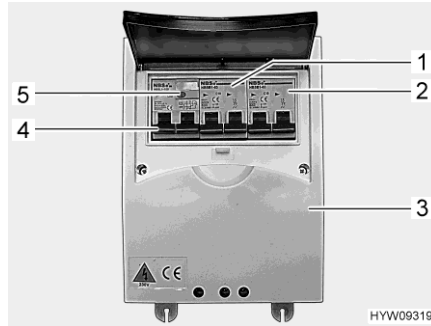

Fig. 150 Interruptor de protección de línea e interruptor FI (caja de fusibles de 230 V)
- ▷ El segundo interruptor de protección de línea (Fig. 150,2) es opcional. La presencia de este interruptor de protección de línea depende del equipamiento del vehículo.
- Desconectar ambos interruptores de protección de línea (Fig. 150,1 y Fig. 150,2) en la caja de fusibles (Fig. 150,3).
- Al estar el vehículo conectado a la alimentación de 230 V, pulsar la tecla de prueba (Fig. 150,5) del interruptor de corriente de defecto (interruptor FI) (Fig. 150,4) en la caja de fusibles (Fig. 150,3). Se debe activar el interruptor de corriente de defecto.
- Volver a conectar el interruptor de corriente de defecto (Fig. 150,4).
- Desconectar ambos interruptores de protección de línea (Fig. 150,1 y 2) en la caja de fusibles (Fig. 150,3).